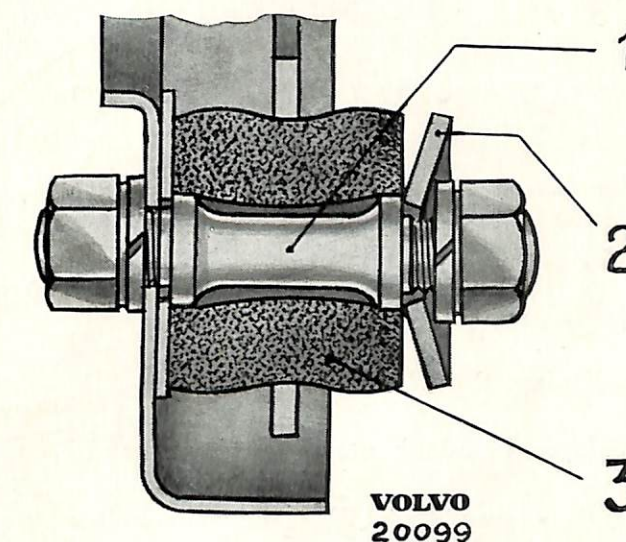

Bild 19. Stödlagrets upphängning, tid. utf.
Spänn fast stödlagerhuset i hållaren. Om gummbussningarna (3, bild 19) är skadade skall de bytas ut. Brickorna (2) vid gummbussningarna skall vändas med den konvexa sidan mot gummit.